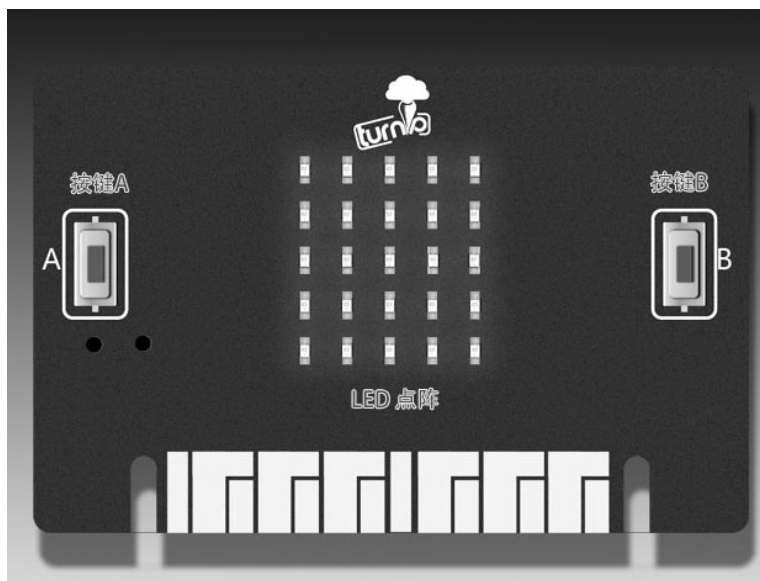
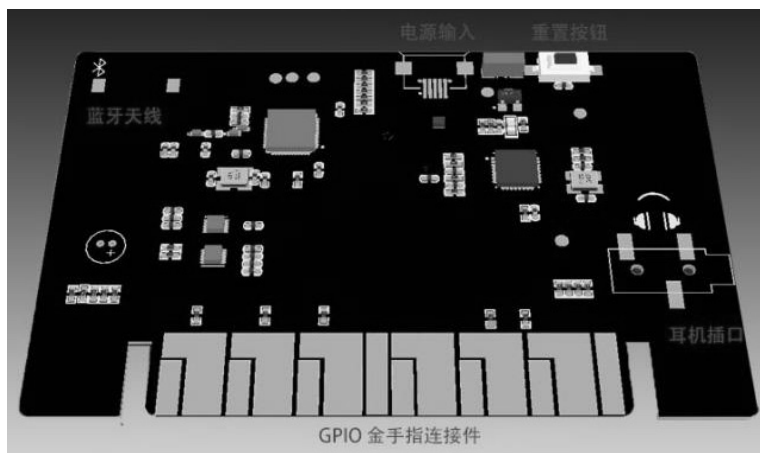

图 1-10 TurnipBit 正面示意图
图 1-11 TurnipBit 背面示意图
TurnipBit 的正面和背面示意图分别如图 1-10 和图 1-11 所示。
(1) 电源输入，TurnipBit 电源输入采用 microusb 接口，电压为 5V，其位置如图 1-11 所示。